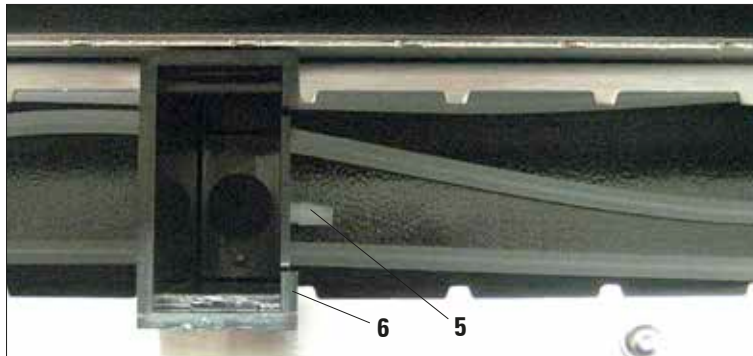

Bild 23
Sätt in sköljbehållaren så att slanganslutningen (5) pekar mot utgångsfacket (bild 23).